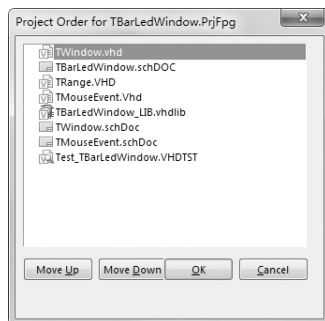

图14-20 项目顺序选择对话框
(1) 打开项目中的任意一个 VHDL 文件或电路原理图文件，选择菜单栏中的“工程”→“工程序列”命令，弹出项目顺序选择对话框，如图 14-20 所示。